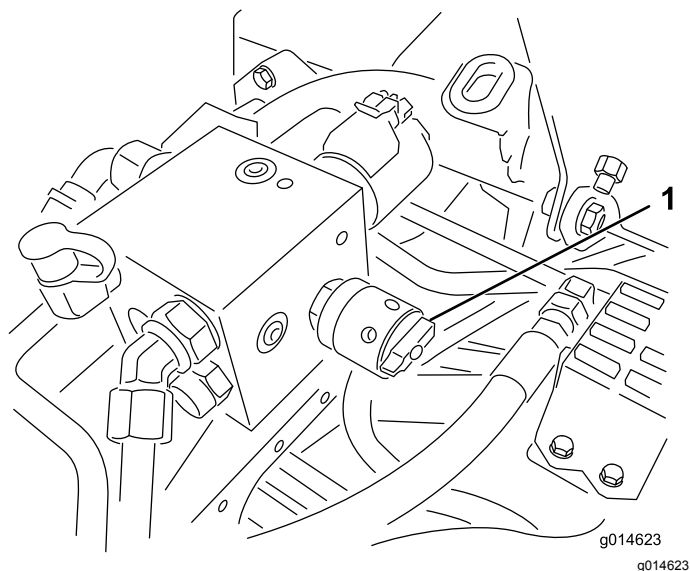

**Рисунок 53**
5. Поверните рычаг шлифовки (заточки) обратной стороны в положение реверса (R) (Рисунок 53).